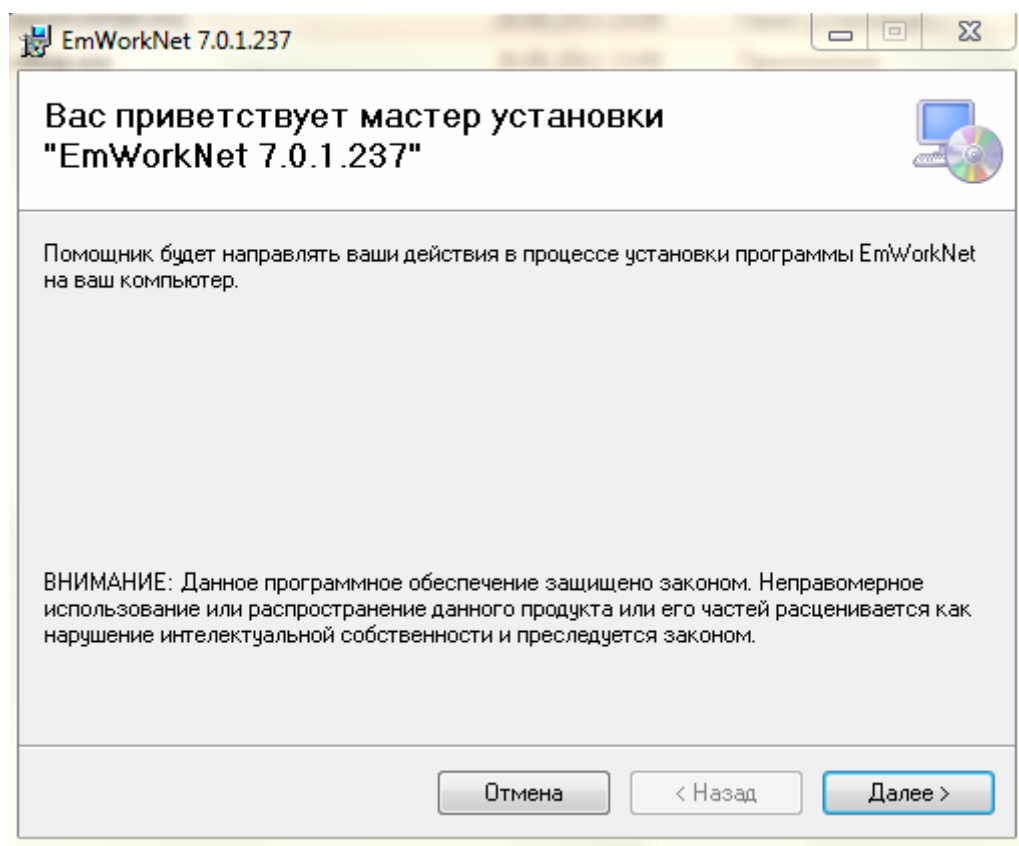

Рис. 10
5. В открывшемся окне мастера установки EmWorkNet (рис. 10) нажать «Далее >».